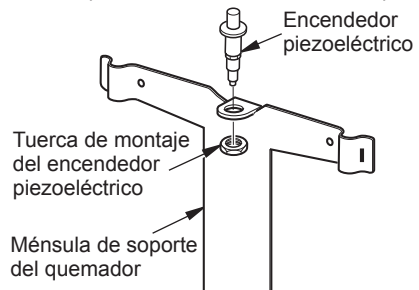

Figura 1 - Instalación del encendedor piezoeléctrico
2. Introduzca el encendedor piezoeléctrico en la ménsula de soporte de los quemadores como se muestra en la figura 1. Apriete la tuerca de montaje del encendedor piezoeléctrico. No apriete la tuerca en exceso.